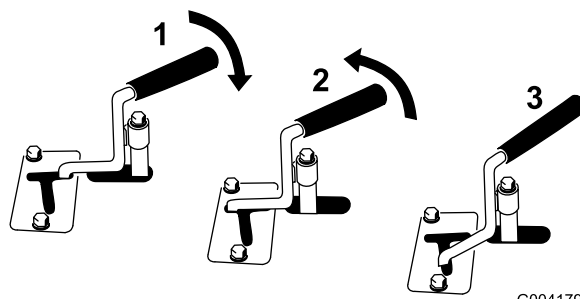

图 12
**注意** 如果在前进位置松开操纵杆操纵杆会自动返回到空档位置图 12 编号 3。如果它处于后退位置则会保持在那里直到将其从槽中拉出为止。
- 要在前进方向上操作液压附件请向后旋转辅助液压杆并将其向下拉至参考杆的位置图 12 编号 1。
- 要在后退方向上操作液压附件请向后旋转辅助液压杆然后将其向左移动到上槽中图 12 编号 2。